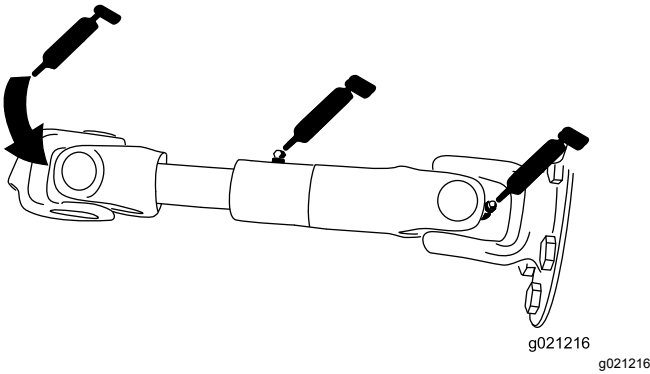

Figure 61
- Arbre d'entraînement de pompe (3) (Figure 61)